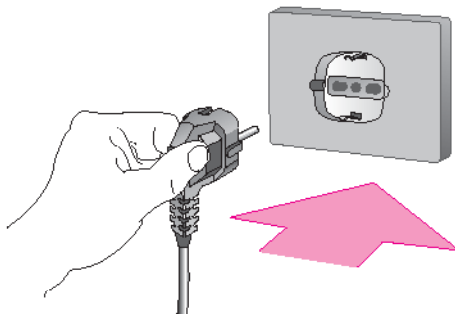

Fig. 2
- 2- (Fig. 2) Remove pin 1 from the lower right hinge A.
- 2- (Abb.2) Den Stift 1 des unteren rechten Scharniers, unten A, demonstrieren.
- 2- (Fig.2) Démontez l'axe de la charnière inférieure droite A.
- 2- (Fig.2) Desmontar el perno 1 de la bisagra inferior DER inferior A.
- 2- (Fig.2) Desmonte o pino 1 da dobradiça inferior direita A.